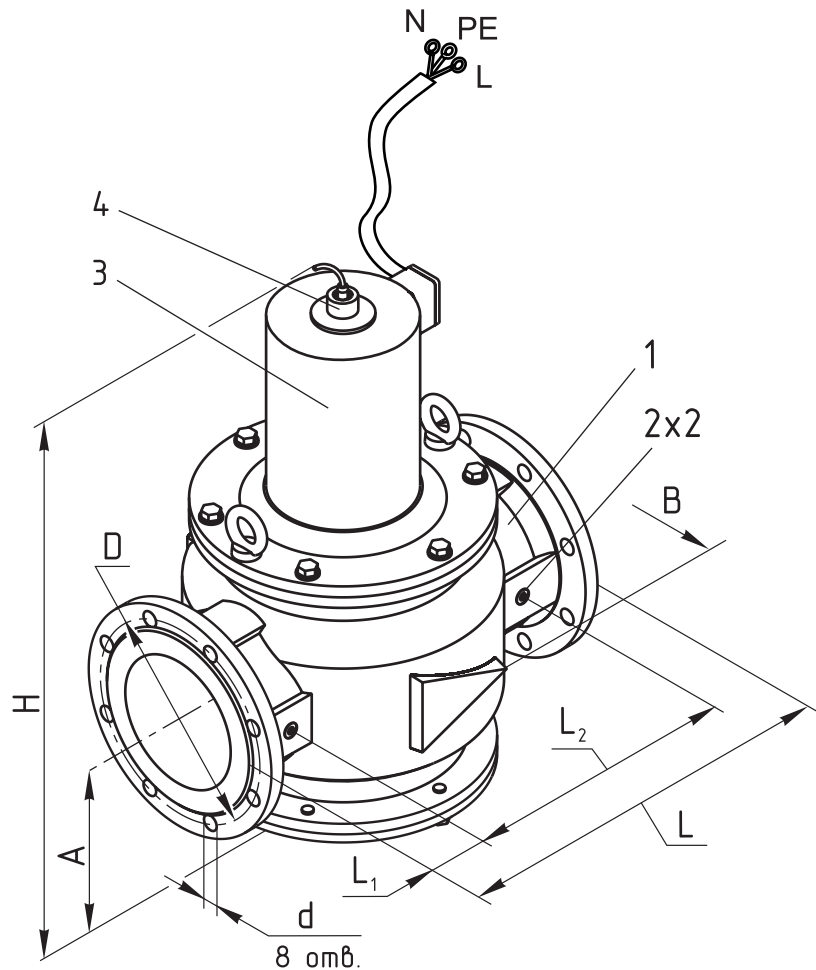

Рис. 1
2.1 Клапан (см. рис. 1) состоит из следующих основных узлов и деталей: